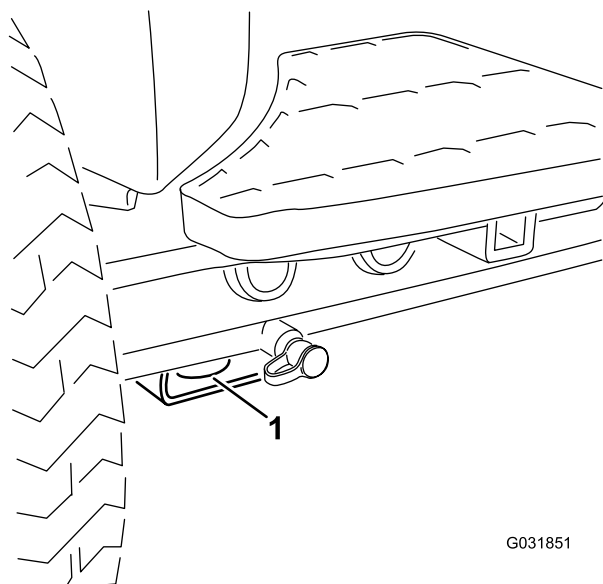

図 60
- 機体の前側各前輪の内側、アクスルチューブの下にある四角いパッド 図 60。